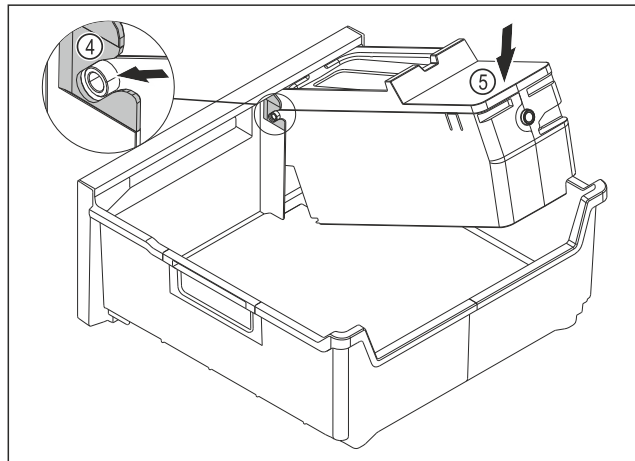

Fig. 187
- ▶ EasyTwist-Ice-corpus monteren: Assen van de EasyTwist-Ice-corpus in de geleidingen Fig. 187 (4) schuiven.
- ▶ EasyTwist-Ice-corpus Fig. 187 (5) achter omlaag drukken.